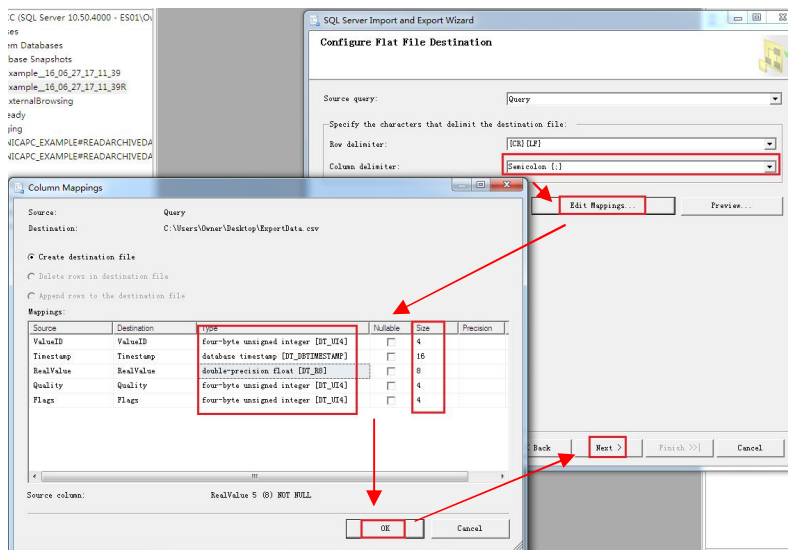

图 3-12
5. 设置导出文件的数据格式。将 Column delimiter 选为 Semicolon(;), 然后点击 Edition Mappings, 按照表 3-1 进行设置数据类型和字节长度, 然后点击 OK 保存, 如图 3-12 所示。可以点击 Preview 进行预览, 确认无误后, 即可点击下一步。